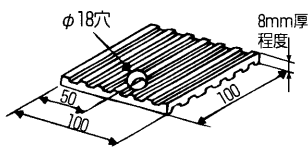

図5-1.防振パッド(例)
- 据付条件によっては、振動が据付部から伝搬し、床や壁面から、騒音や振動が発生する場合がありますので、必要に応じた防振工事(防振パッド、防振架台など)を行ってください。(図5-1参照)